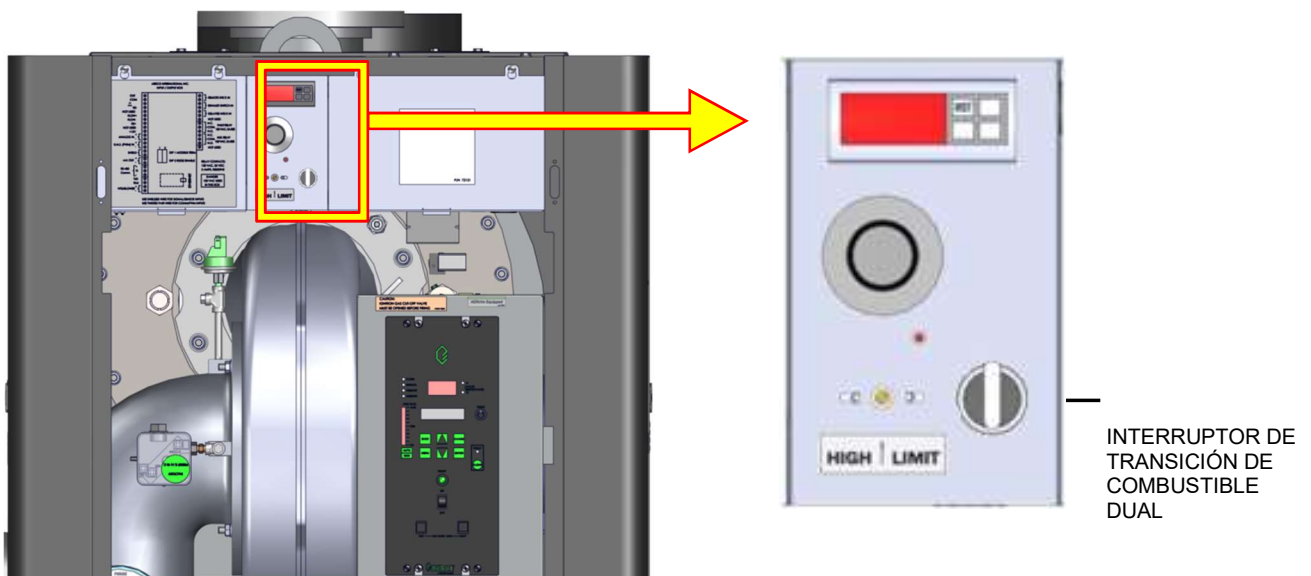

Figura 4-4: Ubicación del interruptor de combustible dual
4. Observe la Figura 4-4 para localizar el interruptor para seleccionar el combustible en la unidad, detrás de la puerta frontal.
4. Observe la Figura 4-4 para localizar el interruptor para seleccionar el combustible en el equipo, en la parte frontal de la unidad.